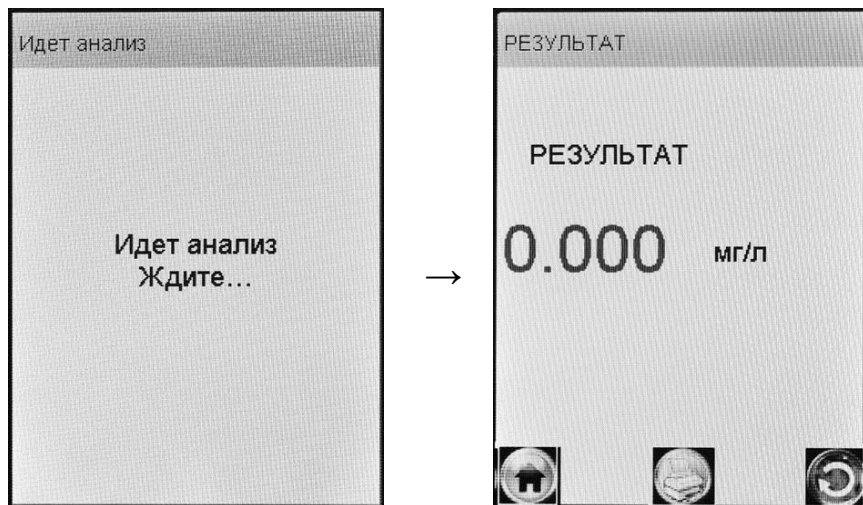

Рисунок 16 – Предьявление результата измерения
2.7.14 После того, как проба воздуха отобрана, и произведен анализ, на экране предьявляется результат измерения (в сопровождении щелчка заборной системы) (рисунок 16, справа).